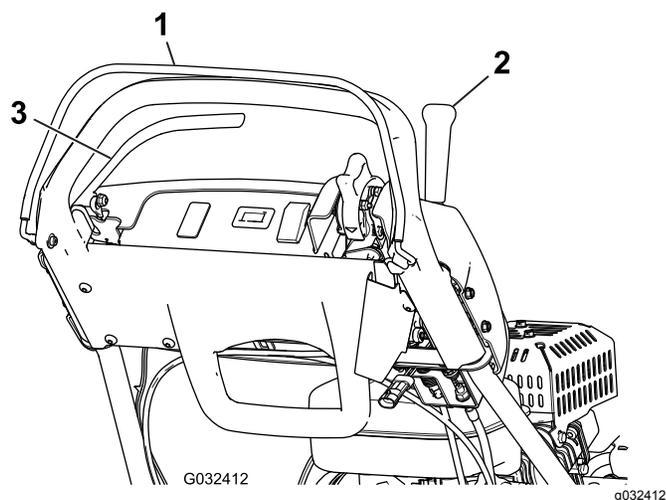

Figura 31
3. Com o CPO solto, tente acionar a alavanca de tração (Figura 31). A alavanca de tração não se deve acionar. Se a alavanca de tração se acionar, o interruptor de segurança precisa de assistência. Corrija o problema antes da utilização; consulte Manutenção dos interruptores de segurança de tração \(página 33\).
4. Com o CPO carregado e a alavanca de tração acionada, solte o CPO (Figura 31). A alavanca de tração deve deixar de ficar acionada. Se a alavanca de tração não deixar de ficar acionada, o interruptor de segurança precisa de assistência. Corrija o problema antes da utilização; consulte Manutenção dos interruptores de segurança de tração \(página 33\).
5. Com o CPO carregado e alavanca de mudanças para a esquerda, ative a tração e a transmissão do cilindro e solte o CPO (Figura 31). A alavanca de tração deve deixar de ficar acionada. Se a alavanca de tração não deixar de ficar acionada, o interruptor de segurança precisa de assistência. Corrija o problema antes da utilização.; consulte Manutenção dos interruptores de segurança de tração \(página 33\) ou Ajuste o controlo do cilindro \(página 37\).
6. Com o CPO carregado e a alavanca de mudanças para a esquerda para ativar a tração e a transmissão do cilindro, mova a alavanca de mudanças para a direita para desativar a transmissão do cilindro (Figura 31). A transmissão do cilindro deve deixar de ficar acionada. Se a transmissão do cilindro não desengatar, o sistema de segurança precisa de assistência. Corrija o problema antes da utilização.; consulte Ajuste o controlo do cilindro \(página 37\).
2. Com o CPO carregado, a alavanca de tração acionada e os controles do motor na posição de arranque (Figura 31). Tente pôr o motor a funcionar. O motor não deverá arrancar. Se o motor arrancar, terá que inspecionar o interruptor de segurança. Corrija o problema antes da utilização. Consulte Manutenção dos interruptores de segurança de tração \(página 33\).
2. Com a alavanca de tração desengatada, o travão de serviço acionado e os controles do motor na posição de arranque (Figura 31), tente ligar o motor. O motor deverá iniciar. Se o motor não arrancar, o interruptor de segurança precisa de assistência. Corrija o problema antes da utilização da máquina; consulte Manutenção do interruptor de segurança do travão \(página 34\).
3. Com o motor a trabalhar, acione o travão de serviço (não o travão de estacionamento), carregue no CPO e acione a alavanca de tração (Figura 31). O motor deve trabalhar para se sobrepor ao travão, mas não desligar-se. Se o motor se desligar imediatamente, o interruptor de segurança precisa de assistência. Corrija o problema antes da utilização da máquina; consulte Manutenção do interruptor de segurança do travão \(página 34\).
4. Com o motor trabalhar, acione o bloqueio do travão de estacionamento, carregue no CPO e acione a alavanca de tração (Figura 31). O motor deve desligar. Se o motor não se desligar, o interruptor de segurança necessita de ser revisto. Corrija o problema antes da utilização; consulte Manutenção do interruptor de segurança do travão \(página 34\).